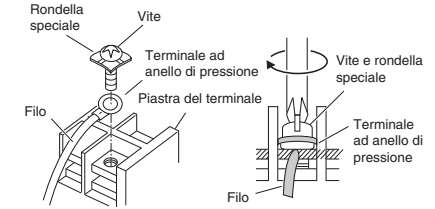

Fig. 4-6
- Mettere l'anello in posizione, quindi rimettere a posto e stringere la vite rimossa dal terminale usando uncacciavite. (Fig. 4-6)